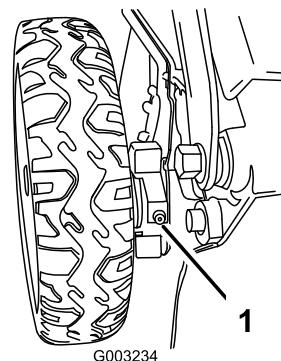

Figura 38
1. Limpe os bocais de lubrificação mesmo no interior das rodas traseiras com um pano limpo (Figura 38).